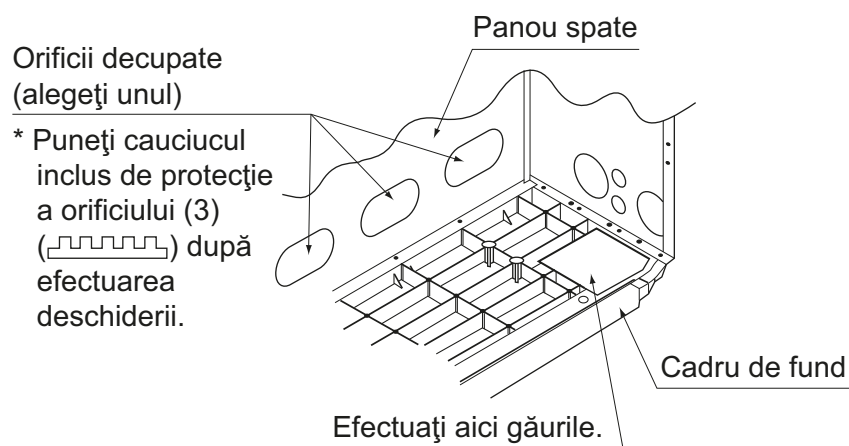

Fig. 14
1. Deschideți orificiile decupate de pe panoul din spate. **(Consultați Fig. 14)**
1. Efectuați găurile în zona indicată pe cadrul inferior. **(Consultați Fig. 14)**